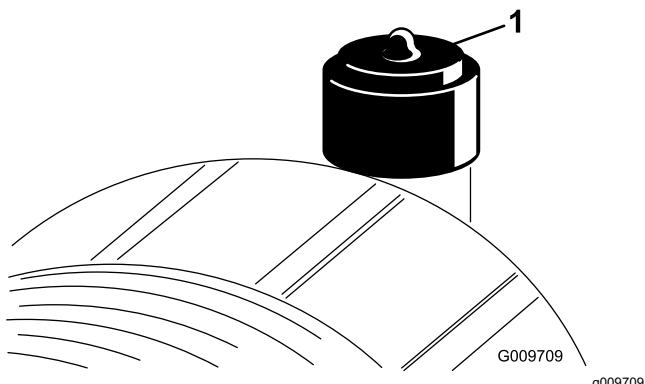

Bild 53
9. Stellen Sie die Anzeige (**Bild 53**) zurück, wenn sie auf Rot steht.